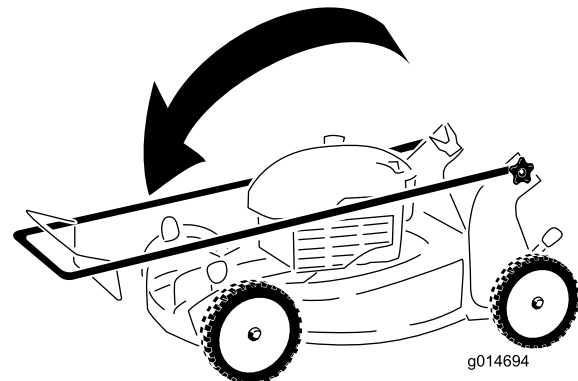

Figura 25
2. Pliegue hacia adelante la sección superior del manillar (ver Figura 25).